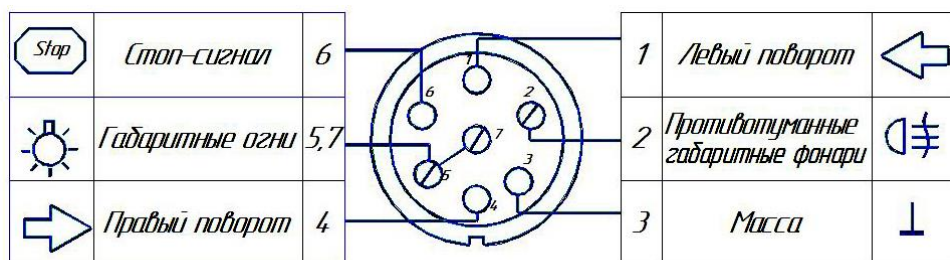

Рис. 2
- присоединить три провода от клемм розетки № 1, 2, 6 к левому заднему фонарю, а один провод от клеммы №4 к правому заднему фонарю (см. схему Рис. 2)